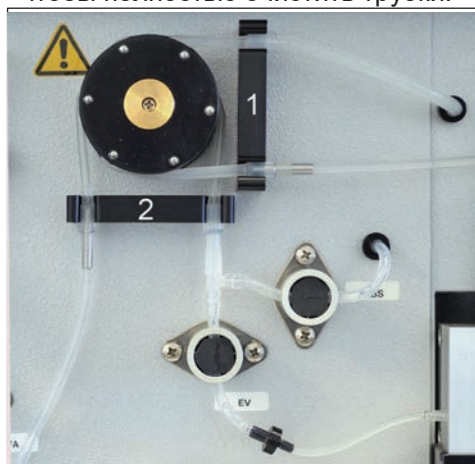

Рисунок 21 Роликовые насосы и переходники трубок анализатора modular pro BGA
- Сначала удалите **использованные трубки** из **положения 1** (см. рисунок 21) из **роликового насоса** вместе с трубками, подключенными к стенке и пробоотборному каналу. Вытяните трубку из отсека клапанов. **Но не удаляйте трубки из нижней части пробоотборного канала, ведущие к стенке, сенсору гемоглобина (Hb) или матрице сенсоров! Эти трубки заменяются технической службой во время ежегодного обслуживания!**
- Затем удалите **использованные трубки** из **положения 2** (см. рисунок 21) из **роликового насоса** и все трубки, подключенные к сливному сосуду и клапанам до матрицы сенсоров.
- Установите **новые трубки в положение 2** в натяжной блок и поместите оба стопора в **стопорную секцию натяжного блока** (см. рисунок 21).
- Установите **новые трубки в положение 1** через натяжной блок и установите оба стопора в **стопорную секцию натяжного блока** (см. рисунок 21).
- Аккуратно натяните новую трубку роликового насоса на роликовый насос и подведите соответствующие трубки (см. рисунок 21) к пробоотборному каналу и коннектору на стенке. Поместите трубку в середину клапана для исправной работы.